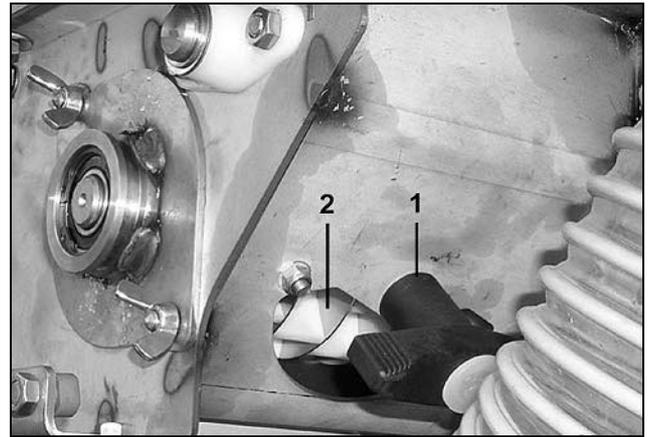

Fig. 99
- Ouvrez la trappe de vidange des reliquats (Fig. 99/2) en tournant la poignée (Fig. 99/1).
- Fermez la trappe de vidange de reliquat (Fig. 99/2) et fixez l'auget d'étalonnage sur la trémie.